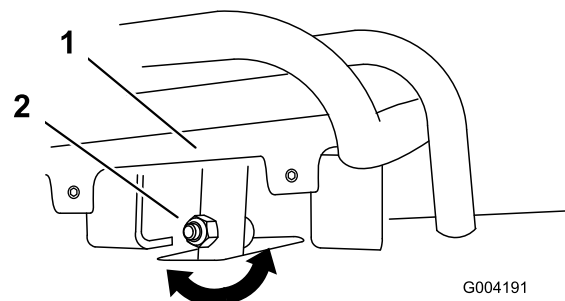
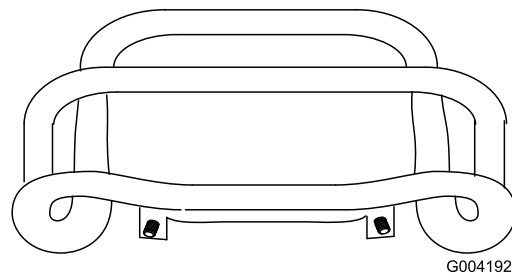

Figura 55
Figura 56
alla barra di riferimento, allentate il dado e imbullonate lo stelo del comando della trazione (Figura 55).
5. Regolate il comando della trazione in modo che rimanga a filo con la barra di riferimento quando viene tirato all'indietro (Figura 55 e Figura 56).
- C. Allentate il dado flangiato e il bullone nello stelo del comando della trazione (Figura 55).
I. Regolate il comando della trazione in modo che rimanga a filo con la barra di riferimento quando viene tirato all'indietro (Figura 55 e Figura 56).